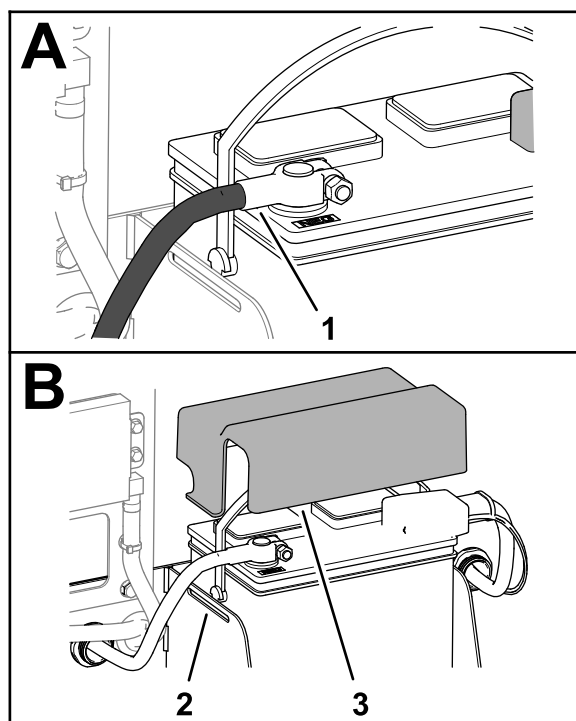

Figura 20
4. Applicate il coperchio alla batteria inserendo le alette del coperchio nelle asole del vasoio della batteria (Figura 20).
2. Collegate il morsetto del cavo negativo della batteria al polo della batteria, quindi serrate il bullone con testa a martello e il dado del morsetto (Figura 20).